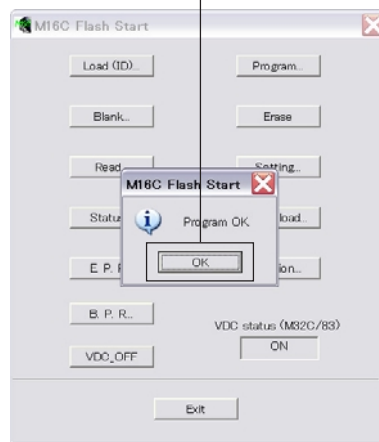

Fig. 5
11. When the program transmission is completed, the screen appears as shown below. (Fig. 5)
Click [OK] to end the procedure. (Fig. 5)
11. プログラムの送信が終了すると、下記の画面が表示されます。(Fig. 5)
[OK]をクリックして完了します。(Fig. 5)